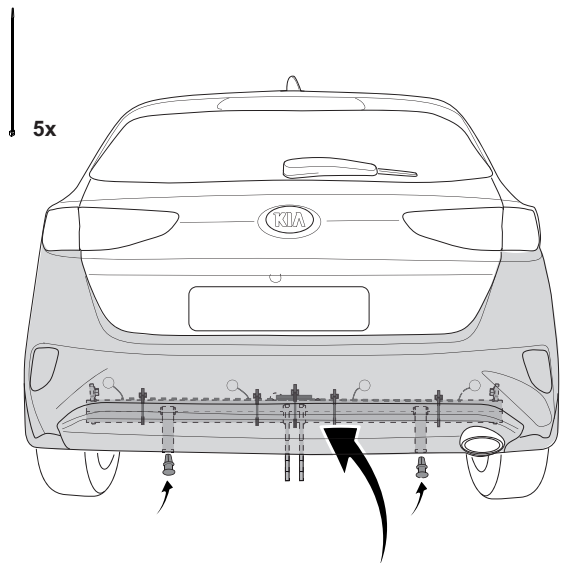

Fig. 4
7. Привязать датчик пластмассовой проволокой. См. рисунок 4.